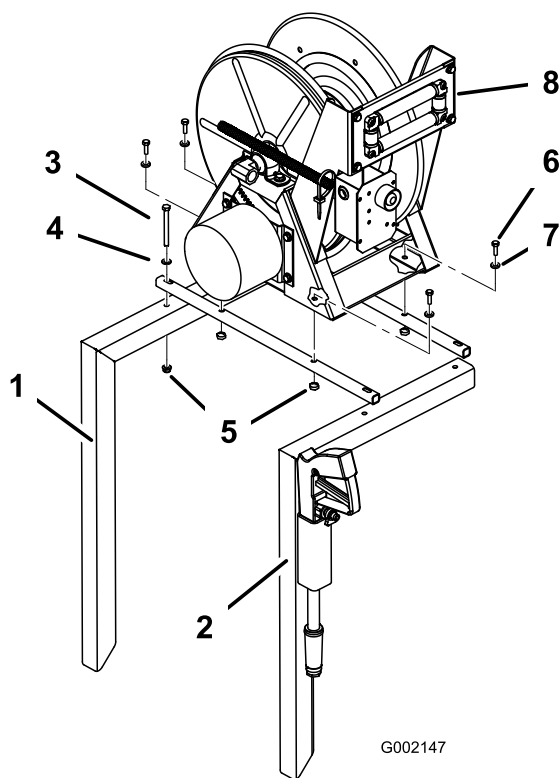

Figure 5
5. Fixez les 2 tubes de montage du dévidoir aux cadres du dévidoir (Figure 5) avec 4 boulons (5/16 x 3-1/4"), 4 rondelles (dia. ext. 11/16") et 4 écrous à embase (5/16"). Ne serrez pas complètement les fixations pour permettre un ajustement ultérieur.
6. Fixez l'ensemble dévidoir aux tubes de montage (Figure 5) avec 4 boulons à embase (5/16 x 1-1/2"), 4 rondelles (7/8" dia. ext.) et 4 écrous à embase (5/16"). Ne serrez pas complètement les fixations pour permettre un ajustement ultérieur.